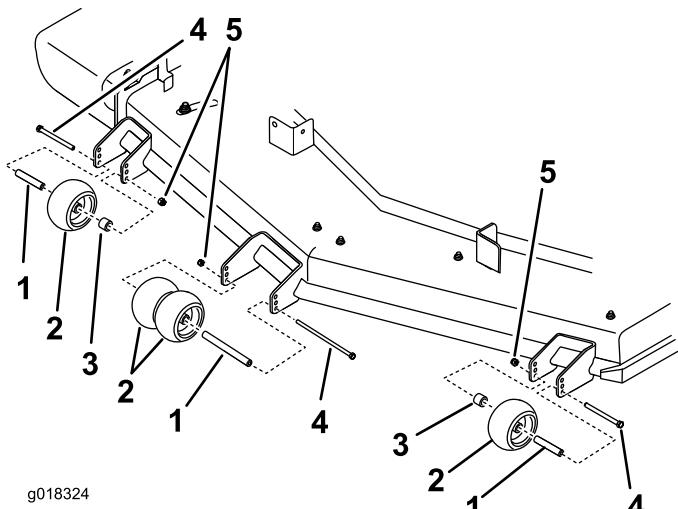

Figure 29
4. Veillez à monter les entretoises et les bagues (Figure 29).